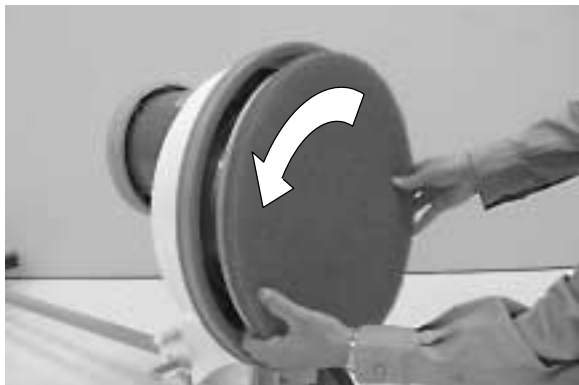

FIG. 7
3. Positionnez le système d'entraînement du patin/la brosse sur le moyeu d'entraînement et tournez-le/la dans le sens contraire des aiguilles d'une montre pour l'engager (Figure 7).